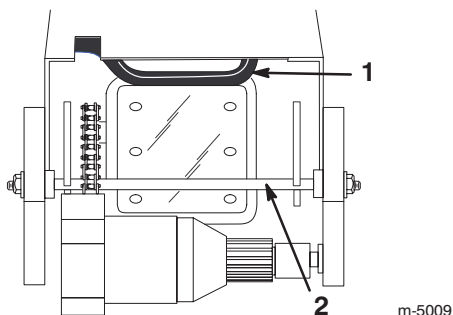

Figure 3
8. Poussez le bras de verrouillage pour débloquer l'essieu (Fig. 3).
9. Tirez l'essieu vers le haut tout en maintenant le bras de verrouillage à l'intérieur (Fig. 3).
10. Continuez de tirer l'essieu vers le haut jusqu'à ce que la tige de verrouillage s'enclenche en position bloquée (Fig. 3).